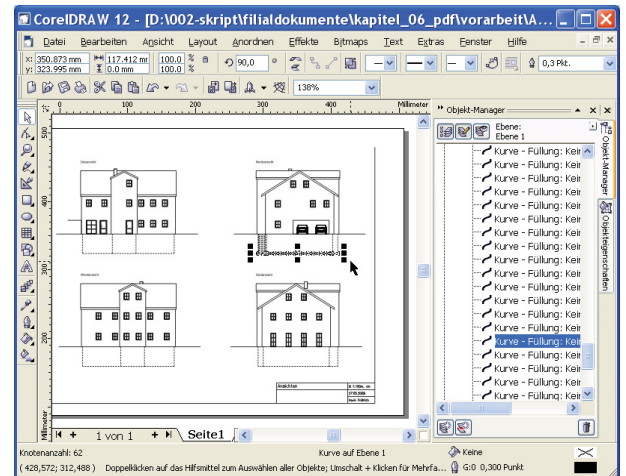

Abb. 6-22: Öffnen einer als PDF abgespeicherten CAD-Zeichnung
►► Alle Objekte liegen auf einer Ebene, sind aber nicht gruppiert (Abb. 6-22).
- Alle Grafiken (auch Tabellen und Diagramme) zerfallen in einzelne Linien und Kurven (Abb. 6-22). Vor jeglicher Weiterbearbeitung sollten die Elemente, die zusammen gehören, gruppiert und auf eine separate Ebene verschoben werden.